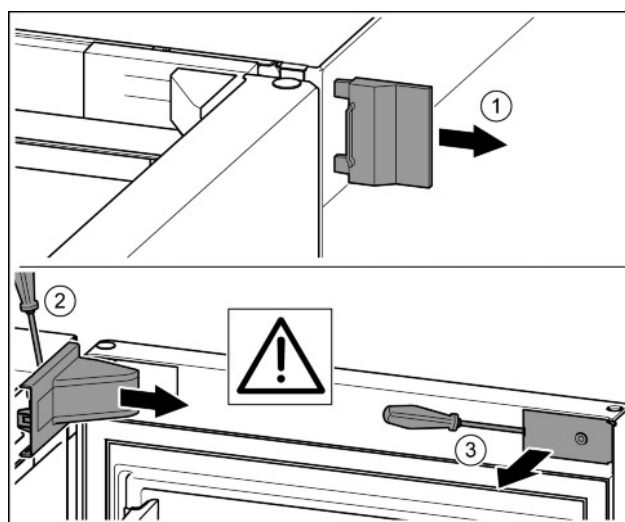

Fig. 6
- u Retirer le cache extérieur. Fig. 6 (1)
- u Débloquer le cache du support de palier à l'aide d'un tournevis et le libérer. Retirer le cache du support de palier. *Fig. 6 (2)*
- u Dégager le cache avec le tournevis et l'incliner sur le côté. *Fig. 6 (3)*